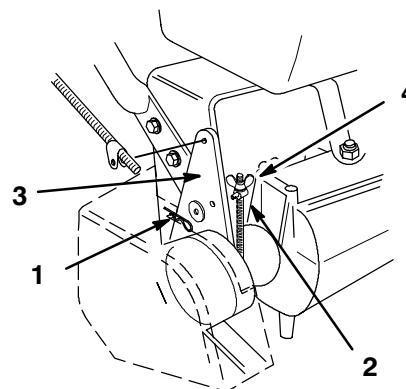

Figure 28
3. Retirer les 3 boulons du carter de courroie (Fig. 28).
4. Pour régler le frein, retirer la goupille épingle et la rondelle du levier de frein (Fig. 28).
5. Faire tourner le tourillon de sorte qu'il s'insère facilement dans le levier de frein (Fig. 28). Resserrer l'écrou papillon.
6. Fixer le tourillon au levier de frein à l'aide de la rondelle et de la goupille épingle (Fig. 28). Remonter le carter de courroie.